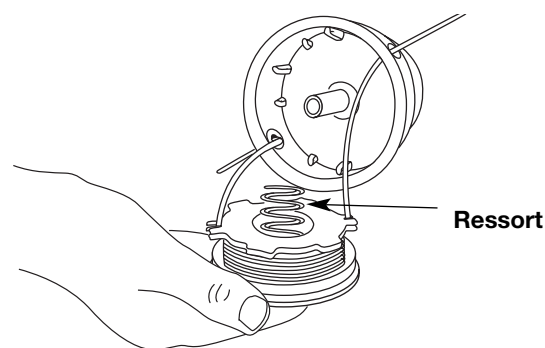

Fig. 24
- Insérez les extrémités du fil dans les œillets de la bobine extérieure et placez le moulinet et le ressort dans la bobine (Fig. 24). Enfoncez le moulinet et la bobine ensemble. Tout en tenant le moulinet et la bobine, saisissez les extrémités et tirez fermement pour dégager le fil des fentes de retenue de la bobine.
- Insérez les extrémités du fil dans les œillets de la bobine extérieure (Fig. 24).